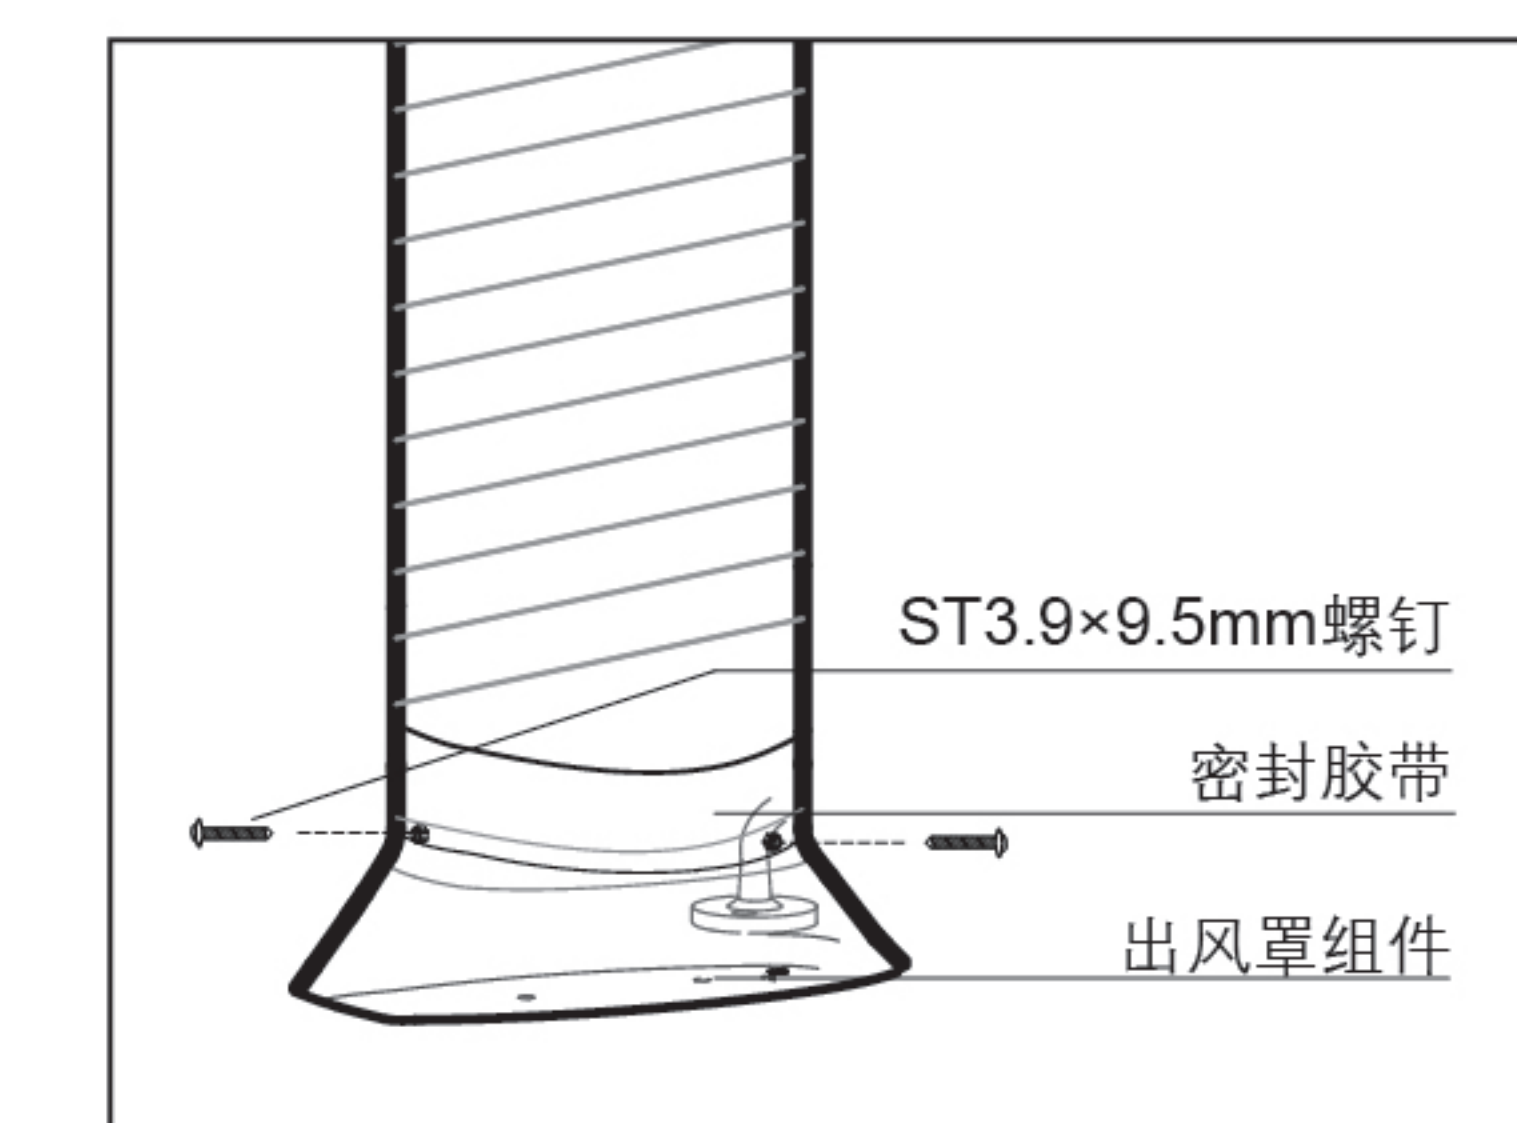

图13
7. 连接出风管：根据实际距离剪去多余出风管或补接烟管，把烟管套进出风罩连接圈，然后用2颗出风管螺钉（ST3.9 $\times 9.5$ ）将出风管预固定，最后用密封胶带缠绕固定密封好。（见图13）